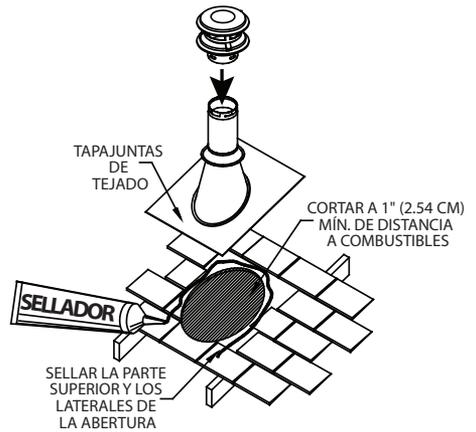
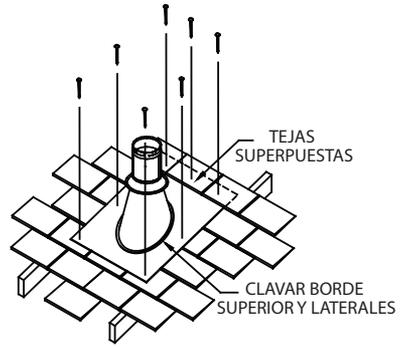

Figura 7
Figura 8
H. Después de recubrir el orificio en el tejado, usando el mismo método descrito en el punto 2. (B), corte un orificio circular o cuadrado en el tejado (**Figura 7**). Corte siempre el orificio con la separación adecuada al tubo de ventilación. Instale el borde superior y los laterales del tapajuntas debajo de los materiales para tejado y clávelos al tejado junto con el borde superior y los laterales (**Figura 8**). No atraviese el borde inferior con los clavos. Selle todas las cabezas de los clavos con sellador no endurecedor impermeable.